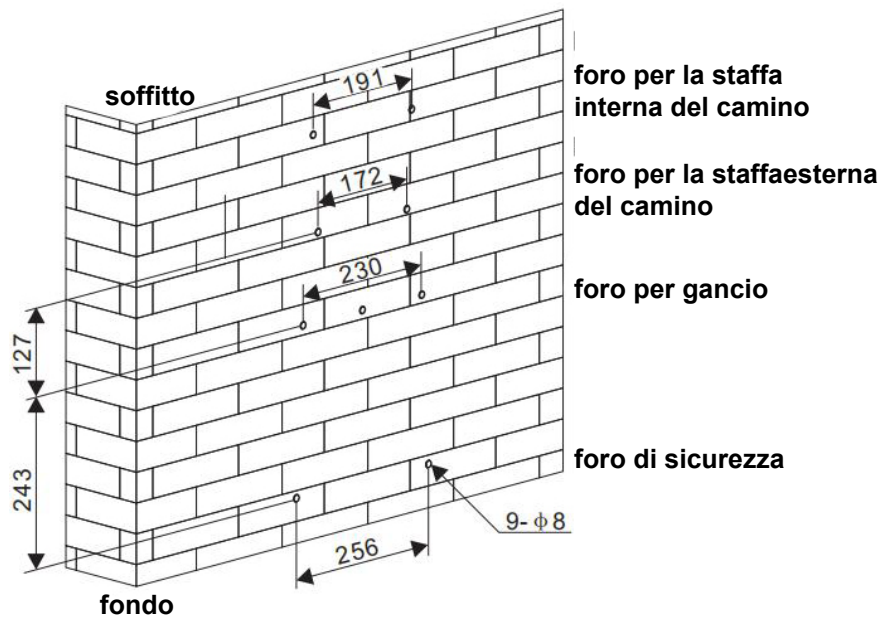

Fig. 2
3. Dopo aver verificato l'altezza di installazione della cappa. Praticare 9 fori di $\phi 8$ per il gancio, la staffa interna al camino, la staffa esterna al camino e i fori di sicurezza, quindi inserire i tasselli nei fori. Vedere le figure 2 e 3. Fissare il gancio e la staffa interna del camino alla parete con viti ST4*40 mm. Vedere la figura 4.